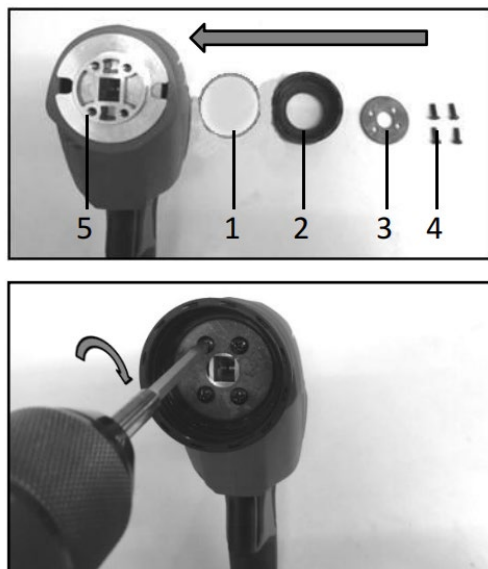

Рисунок 7. Встановлення/зняття різьбового з'єднання.
1. Прикріпити кільце ущільнювача (1, рис. 7), нарізне гніздо для змінних корпусних насадок (2, рис. 7) та пластину (3, рис. 7) до основи акумуляторного пістолета (5 рис. 7), міцно затягнувши гвинти по черзі (4 рис. 7).